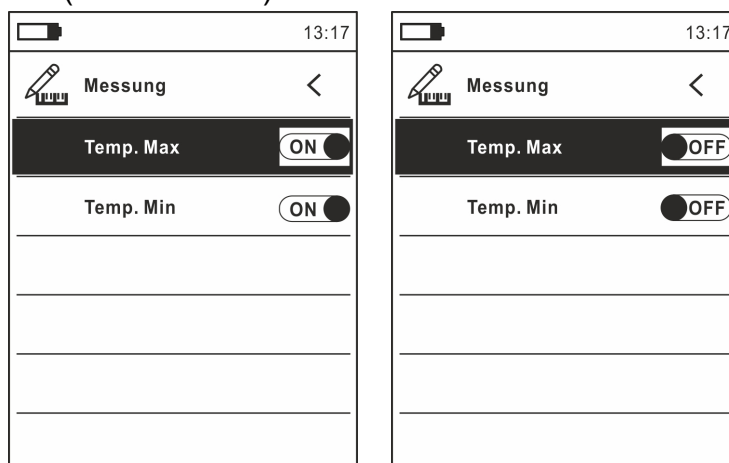

Abb. 13: Menü Messung
9. Wählen Sie den Eintrag "Messung" aus und drücken Sie die Taste oder **▶** zur Aktivierung/Deaktivierung der mit dem "heißesten" oder "kältesten" Punkt im Wärmebild assoziierten Cursor (siehe Abb. 13).